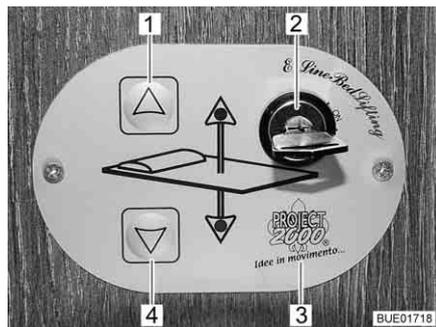

Fig. 131 Elemento de mando
Con las teclas (Fig. 131,1 y 4) en el elemento de mando (Fig. 131,3), se subirá o bajará la cama elevada. Con el interruptor llave (Fig. 131,2), se bloqueará el elemento de mando contra su utilización no autorizada.
- Introducir la llave en el interruptor llave (Fig. 131,2) y girar 90° en sentido de las agujas del reloj. El elemento de mando (Fig. 131,3) está activado.
- Pulsar la tecla de flecha (Fig. 131,4) y mantenerla pulsada hasta que la cama elevada haya bajado a la posición deseada.
- Pulsar la tecla de flecha (Fig. 131,1) y mantenerla pulsada hasta que la cama elevada haya subido a la posición final.
Si la cama elevada ya no se deja desplazar con las teclas de flecha (Fig. 131,1 y 4), controlar primero el fusible en el armario de pared trasero (Fig. 134,1). Si el fusible está en orden y la cama elevada no se deja desplazar a pesar de esto, se podrá manejar la cama elevada en forma manual.